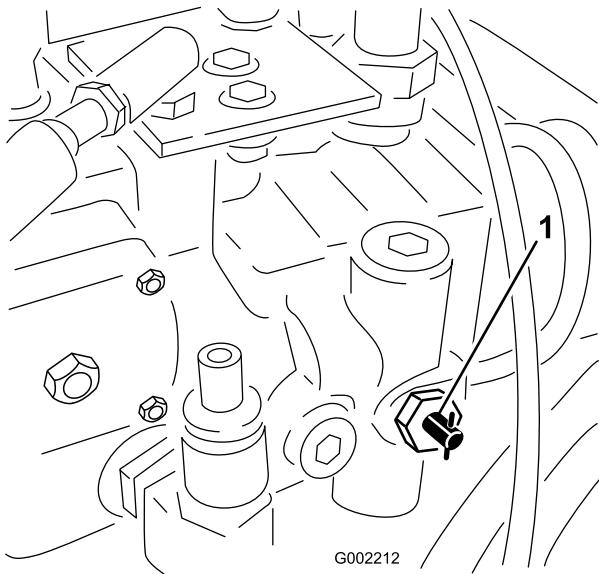

図 26
1. バイパス・バルブ（図 26）を左右どちらかに 90° 回転させるとバルブが開く。